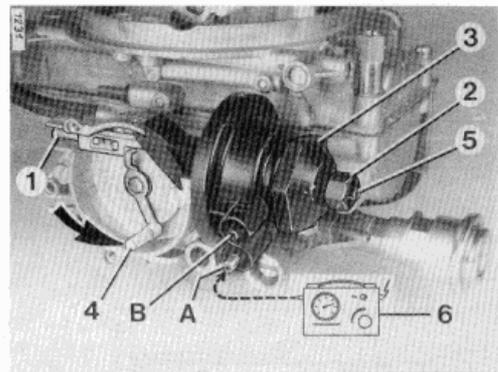
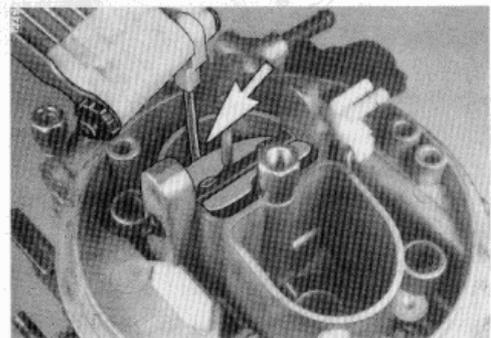
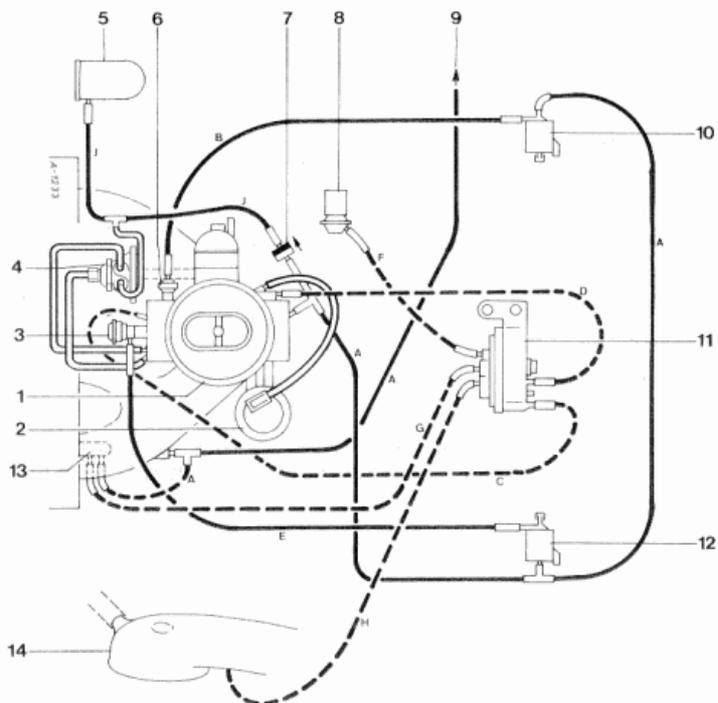

Bild 2
Bild 3
Bild 4
**EINSTELLUNG, Starterklappe** (Bild 2,3)
Vakuumentester (6) gemäß Bild 2 an Anschluß (A) angeschlossen.
- Anschluß (B) und (5) verschließen und Druckdifferenz (ca. 600 mbar) herstellen.
- Hebel (4) leicht in Pfeilrichtung drücken und Spaltmaß gemäß Bild 3 prüfen.
- Korrektur an Einstellschraube (1).
- Anschluß (5) öffnen.
- Korrektur an Einstellschraube (2).
- Anschluß (B) ebenfalls öffnen.
- Korrektur an Einstellschraube (3); Einstellschraube (2) dabei festhalten.
- Schlauchverbindungen herstellen, siehe Bild 4 u. 5.
**ANSCHLUSSPLAN, Unterdruckleitungen (Bild 4,5)**